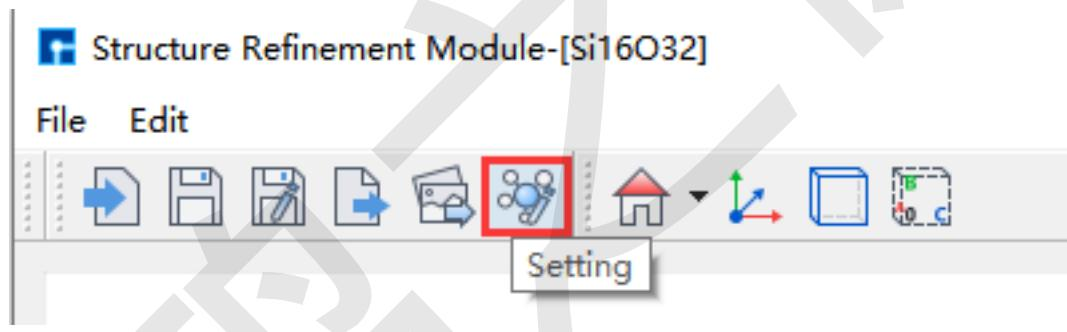
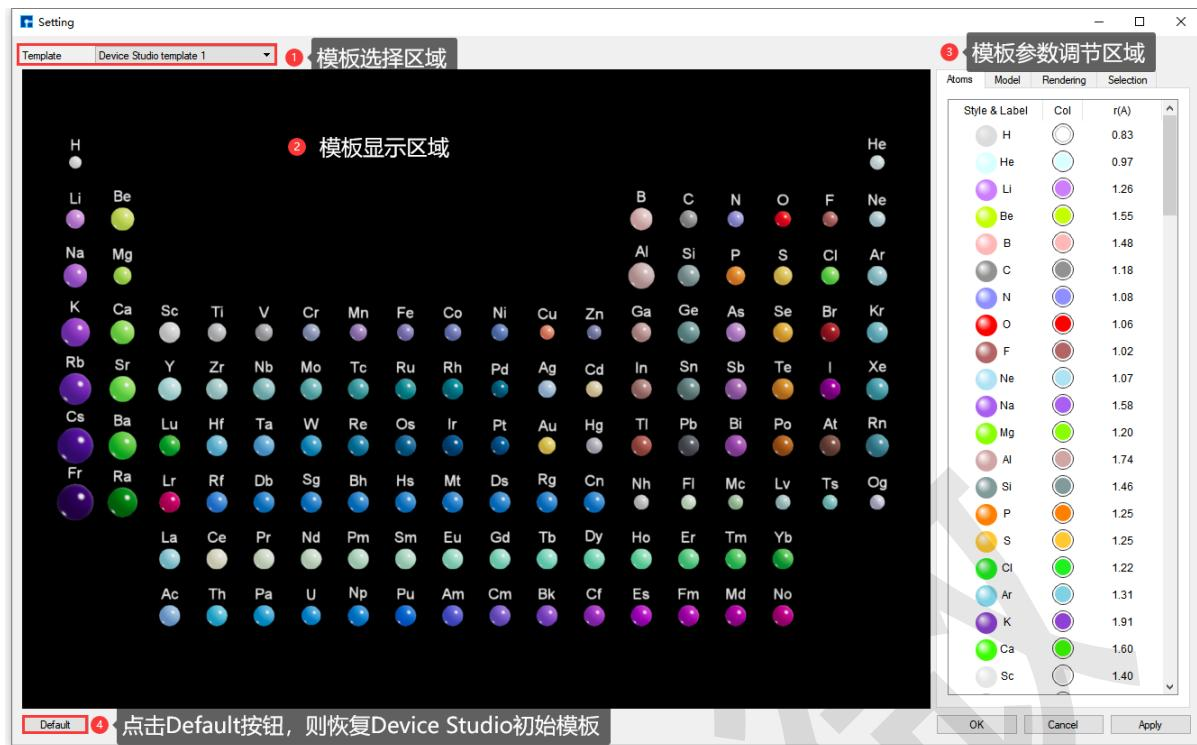
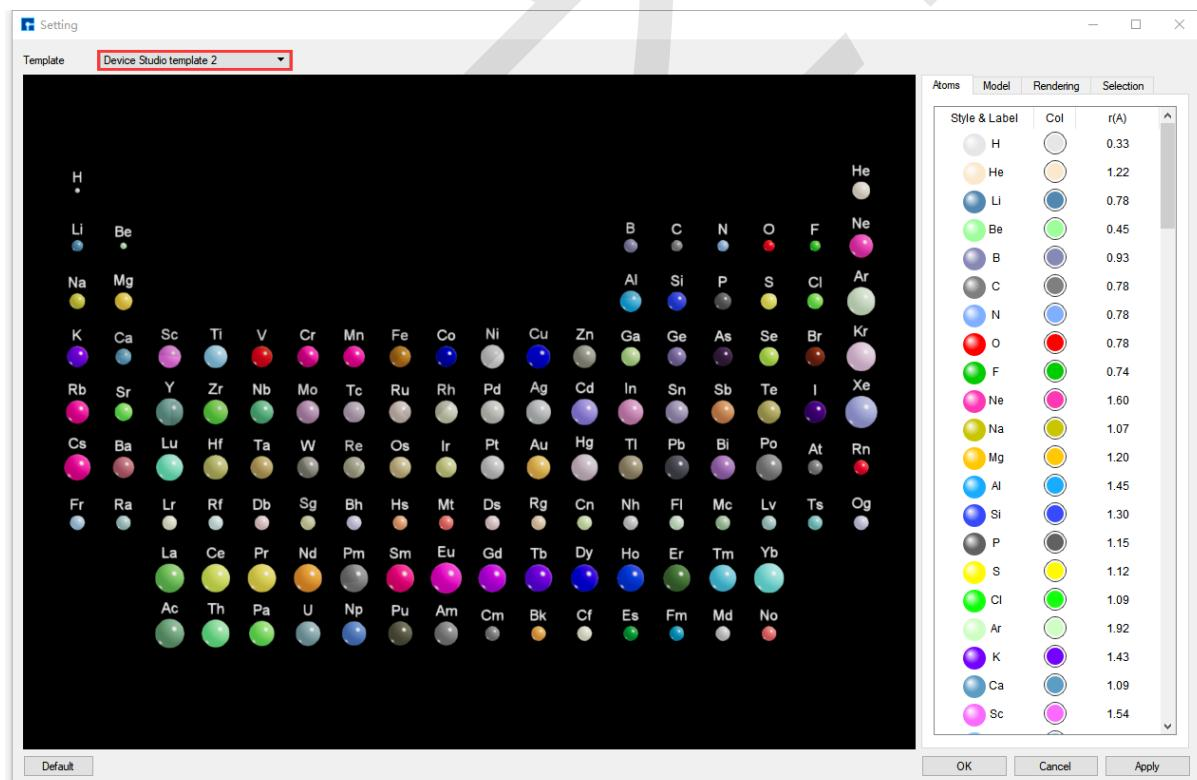

图 7.17: 弹出 Setting 界面的操作步骤
图 7.18: Setting 界面 (Device Studio template 1)
图 7.19: Setting 界面 (Device Studio template 2)
点击原子结构精修模块（Structure Refinement Module，简称：**SRM**）图形界面**SRM**-工具栏上的 *Setting* 图标如 图 7.17，则弹出原子结构精修模块 Setting 界面如 图 7.18 所示。该模块功能如下：
- 初始模板 Device Studio template 1 和 Device Studio template 2 分别如 图 7.18 和 图 7.19 所示。
对原子结构精修模块 Setting 界面 图 7.18 中参数进行功能说明如下：
- 原子结构精修模块目前含有 2 套 Device Studio 初始模板 Device Studio template 1 和 Device Studio template 2 分别如 图 7.18 和 图 7.19 所示, 点击下拉按钮可进行选择, 默认使用模板 Device Studio template 1。模板中包含:
若想生成用户专属模板, 可在 Device Studio 初始模板 Device Studio template 1 和 Device Studio template 2 分别如 图 7.18 和 图 7.19 的基础上, 设置颜色、半径、光照以及背景颜色等参数, 点击 Setting 界面上的 *OK* 或 *Apply* 即可。具体参数设置操作可参考SRM-参数调节区域。
Device Studio 初始模板 Device Studio template 1 和 Device Studio template 2 分别如 图 7.18 和 图 7.19 所示